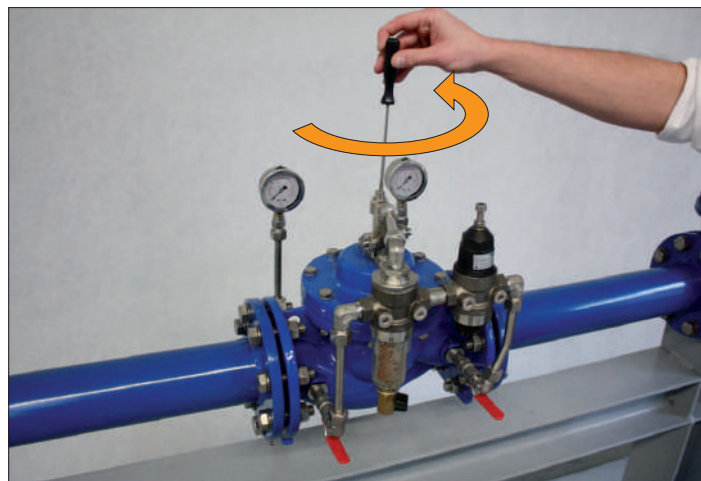

Рис. 11: Открытие выпускного клапана
8. При наполнении арматуры в верхней части камеры диафрагмы может скопиться воздух. Для его выпуска нужно слегка приоткрыть выпускной клапан и держать его открытым до тех пор, пока вода из него не начнет течь равномерно. (Данный шаг не нужен, если РК оснащен системой автоматического вентилирования.) (рис.11)